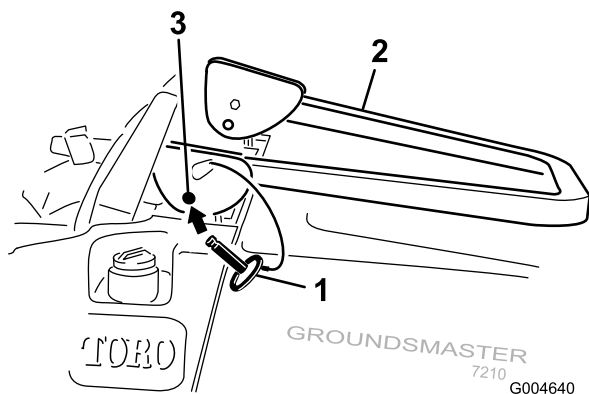

Figure 4
5. Descendez l'arceau de sécurité à la position abaissée (Figure 4).